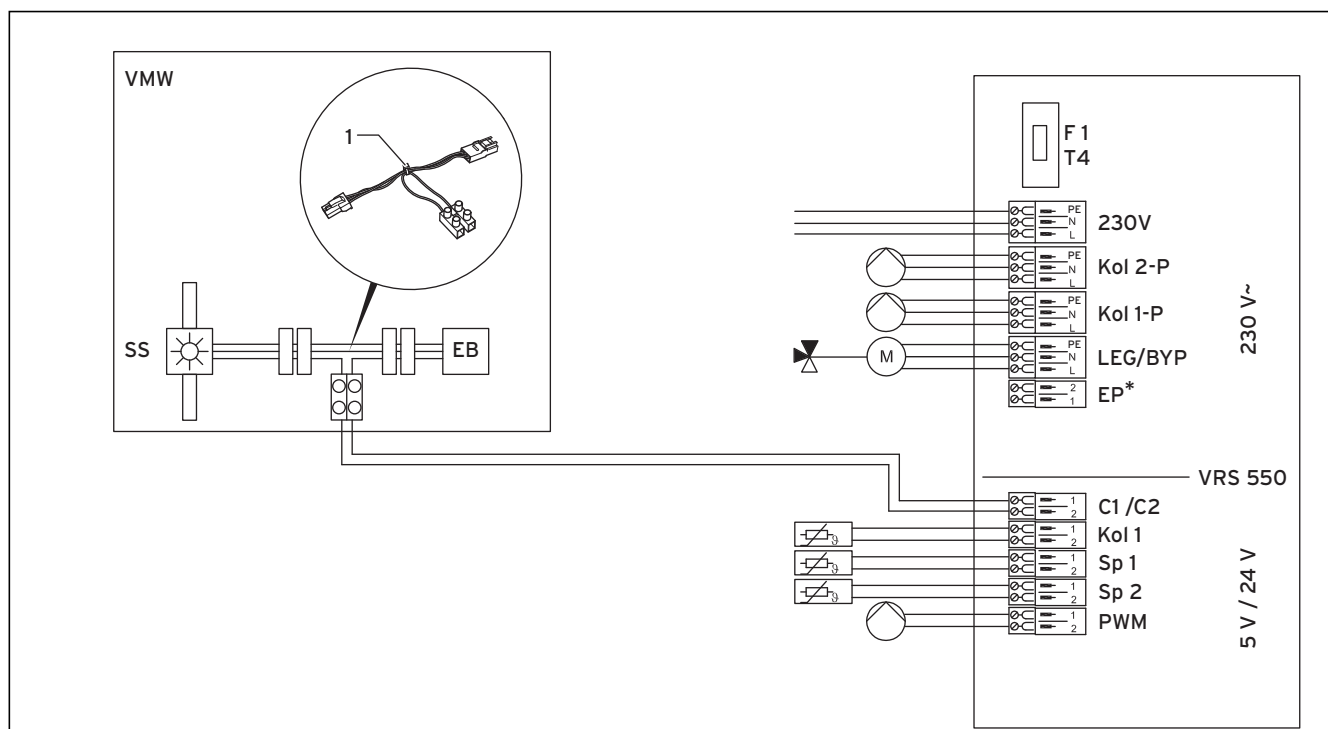

Fig. 5.9 Allacciamenti per schema idraulico 1
In combinazione con gli apparecchi combinati VMW della Vaillant, la centralina, mediante il contatto C1/C2, deve trasmettere al riscaldatore il comando che la temperatura nel bollitore solare è sufficiente e che non è necessario un riscaldamento integrativo mediante riscaldatore. A tale scopo, nel riscaldatore staccare il collegamento ad innesto tra il misuratore di flusso (SS) e la scatola elettronica (EB) e ristabilire il collegamento con l'adattatore a corredo (5.9). Prolungare il cavo dell'adattatore fino alla centralina del sistema auroSTEP plus, come illustrato nella fig. 5.9, e collegarlo al contatto C1/C2.